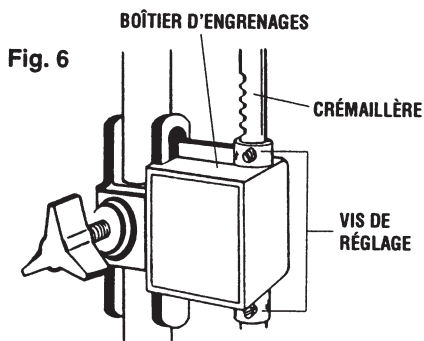

Fig. 7
6. Tracer la position des trous sur la pièce et marquer chaque trou d'un coup de **POINTEAU**. Le coup de pointeau empêche le foret de glisser et assure que le trou sera au bon endroit. Cela réduit également le risque de casser des forets et améliore la tolérance sur le diamètre. (Voir Fig. 7)